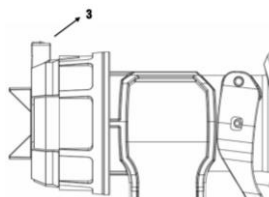

fig. 7
- Il est possible aussi de passer d'un jet large à un jet mince à l'aide du levier de réglage de largeur de jet (n° 3) (fig. 7).